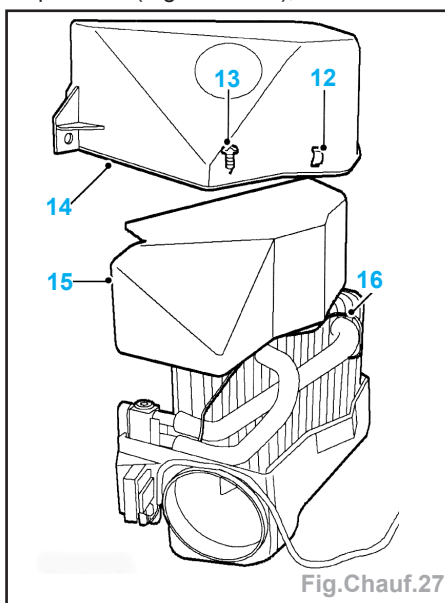

Fig.Chauf.27
- les 5 attaches (12) du carter de l'évaporateur (Fig.Chauf.27),